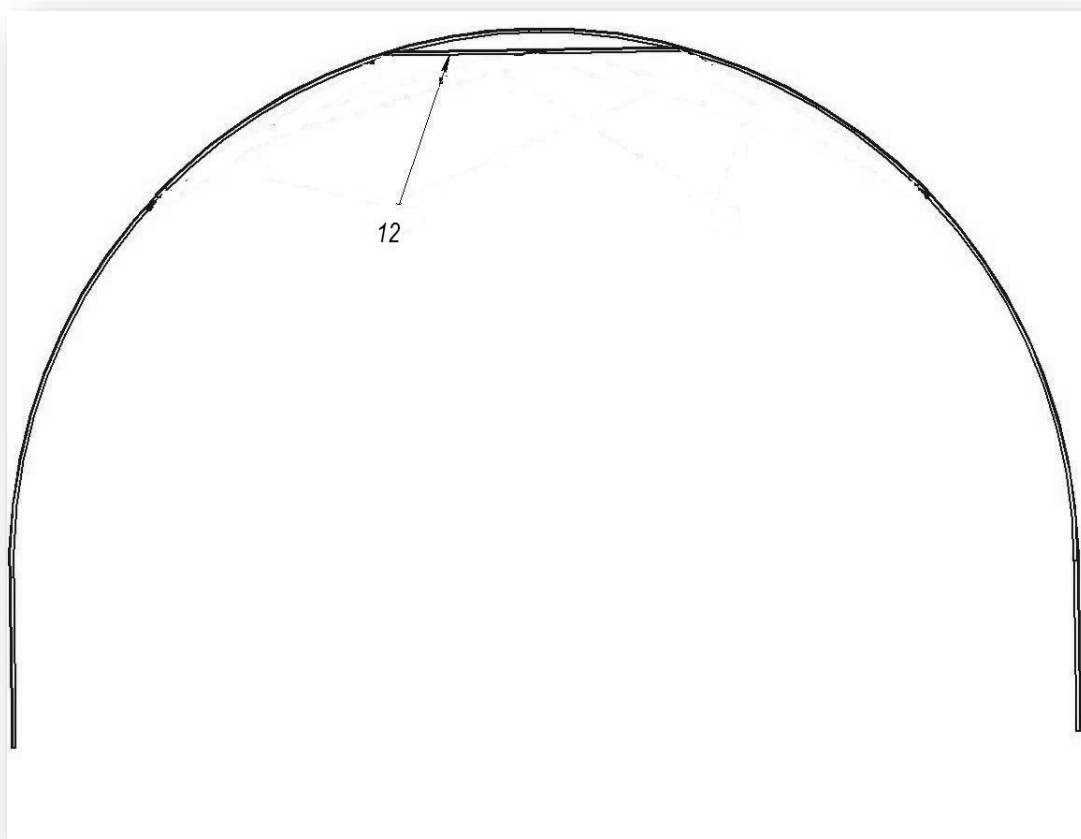

Рисунок 13
3.4.6 Установите на каждую вторую промежуточную дугу деталь арки 12, рис. 13.